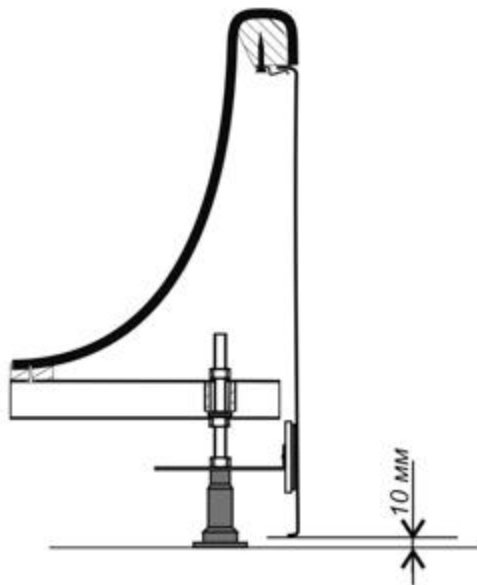

Рис. 1. Установка ванны по высоте.
3. Произвести регулировку с помощью ножек несущего каркаса с учётом вертикального размера декоративных панелей (рис. 1).